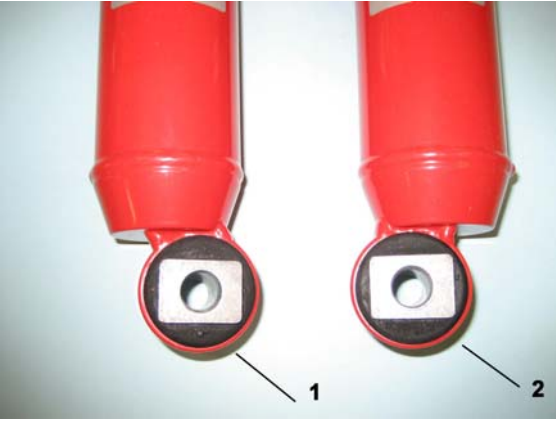

Fig. 6
- **Fig. 6** Stoßdämpfer Einbaulage:
- **Fig. 6** Shock absorber installation position:
- **Fig. 6** Bon positionnement des amortisseurs :
- **Fig. 6** Posición de montaje de los amortiguadores: